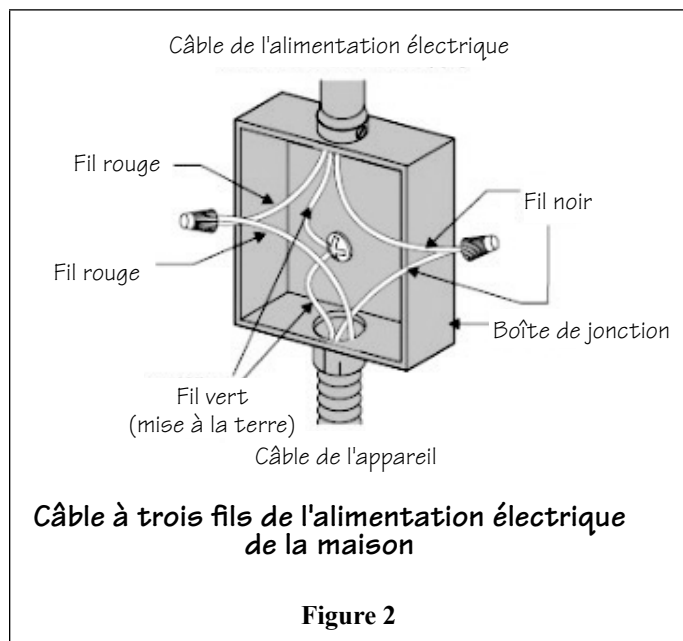
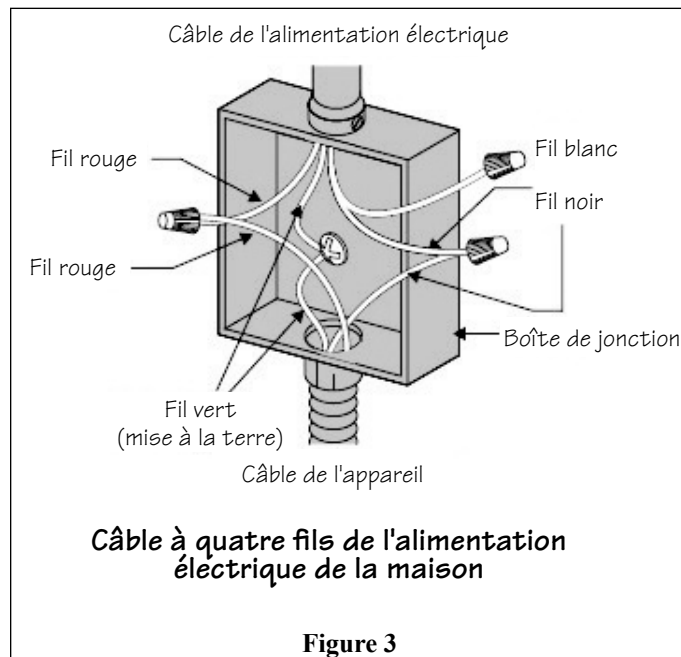

Figure 2
Figure 3
- Vous devez utiliser les dimensions indiquées aux figures 3 et 7. Ces dimensions indiquent l'espace libre minimum.
2. Dans le disjoncteur, le boîtier à fusibles ou la boîte de jonction, brancher l'appareil et les câbles d'alimentation électrique comme illustré ci-dessous (3 câbles : figure 2, 4 câbles : figure 3).